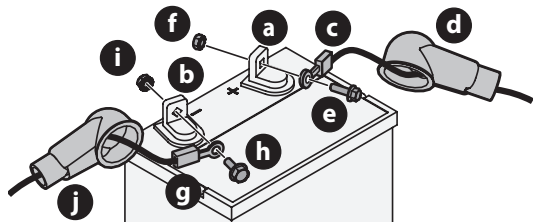

Fig. 4
NOTE : la borne positive de la batterie est identifiée par POS (+). La borne négative de la batterie est identifiée par NEG (-) (b) (Fig. 4).
NOTE : si le câble positifs (c) est déjà fixé, passez à l'étape 4 (Fig. 4).
2. Faites glisser la gaine rouge (d) de la borne positive de la batterie (a) et fixez le câble rouge (c) à la borne positive de la batterie (a) à l'aide du boulon (e) et de l'écrou hexagonal (f) (Fig. 4).
3. Placez la gaine rouge (d) sur la borne positive de la batterie (a) pour l'isoler et la protéger de la corrosion (Fig. 4).
4. Faites glisser la gaine noire (j) de la borne négative de la batterie (b) et fixez le câble noir (g) à la borne négative de la batterie (b) à l'aide du boulon (h) et de l'écrou hexagonal (i) (Fig. 4).
5. Placez la gaine noire (j) sur la borne négative de la batterie (b) pour l'isoler et la protéger de la corrosion (Fig. 4).